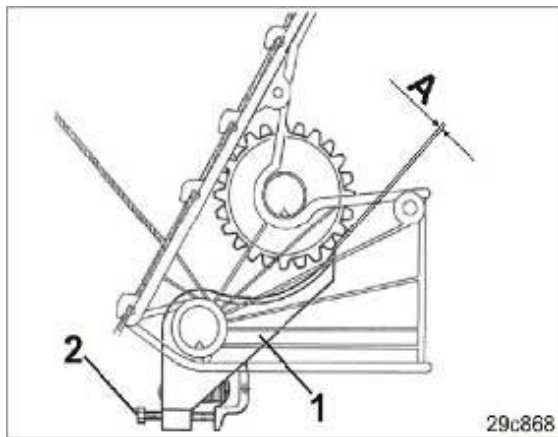

Рис.96
- Проверьте клапаны высевных коробок (Рис. 96/1) на легкость хода.
Расстояние "А" (Рис. 96) между клапаном высевной коробки и высевающей катушкой составляет от 0,1 мм до 0,5 мм.
- Установите предписанное расстояние с помощью винта (Рис. 96/2).